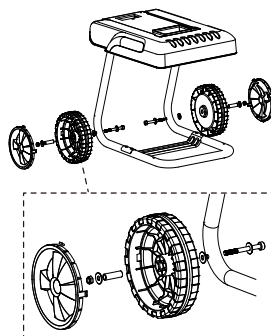

Figura 3
## Montaggio delle ruote e dei piedini (Figura 3 e 4)
1. Utilizzare le viti (15), la chiave a brugola (17) e la chiave combinata (16) in dotazione per assemblare le due ruote (4) al telaio (2) e assicurarsi che le rondelle siano utilizzate correttamente come illustrato. Agganciare i due copriruota (3) alle ruote come mostrato nella Figura 3.